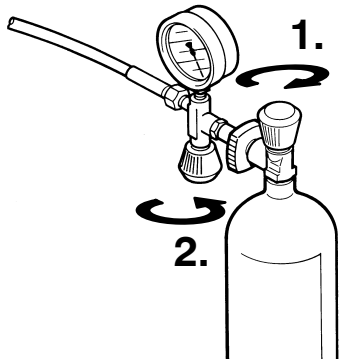

Abb. 14 Abnehmen der Druckluftflaschen
- Nach Erreichen des Enddrucks **zuerst den Flaschenhahn** (1, Abb. 14), **dann das Füllventil** schließen (2).